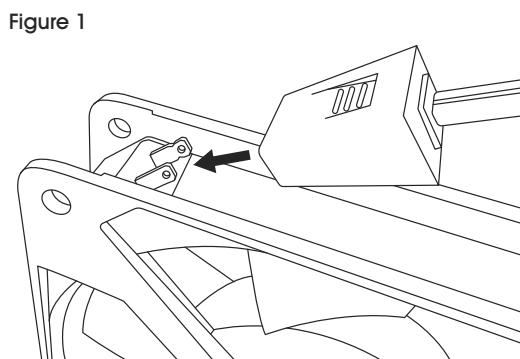

Figure 1
1. Attach cord to fan. (See Figure 1)
1. Reliez le cordon au ventilateur. (Voir Figure 1)